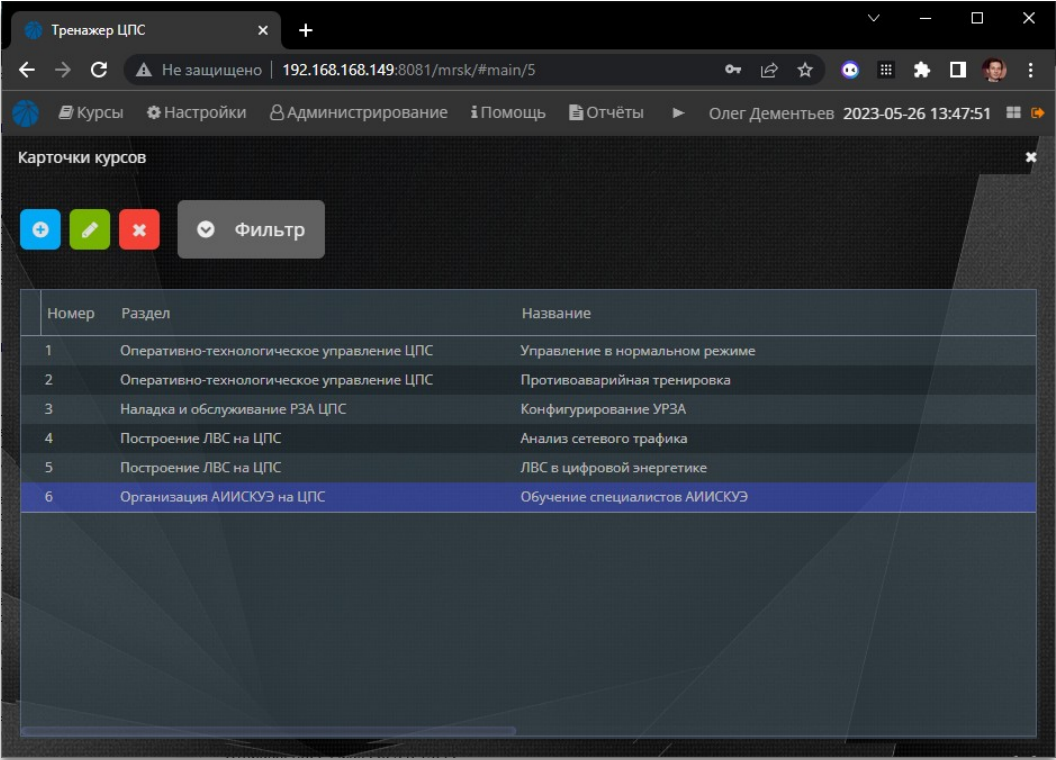

Рисунок 91 – Экранная форма «Конструктор курсов»
- Рисунок 91 – Экранная форма «Конструктор курсов»;